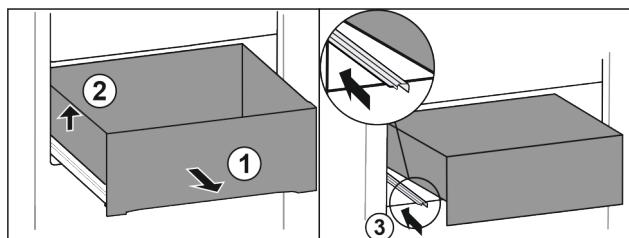

Fig. 14
► Вытяните выдвижной ящик полностью Fig. 14 (1).
► Приподнимите выдвижной ящик слева Fig. 14 (2).
► Вставьте левую направляющую Fig. 14 (3).